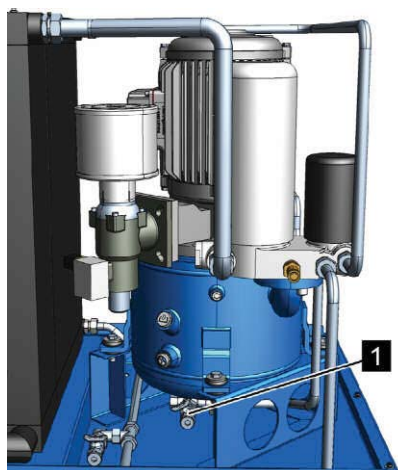

Рис. 34: Отверстие для слива охлаждающей жидкости
5. Осторожно откройте кран для слива охлаждающей жидкости (Рис. 34/1) и проверьте вытекающую жидкость.
7. Закройте кран (Рис. 34/1)